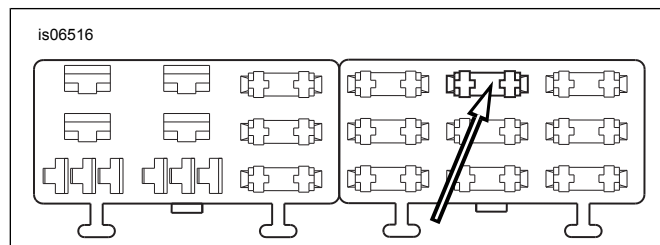

Figura 26. Cavità del pannello fusibili "P&A IGN" (modelli Softail dal 2004 al 2010)
4. Vedere Figura 26. Individuare la cavità del fusibile indicata con "P&A IGN" (accensione P&A) sul coperchio del pannello fusibili destro. Inserire il terminale nel filo arancione/bianco dell'adattatore finché non si arresti. Esaminare un terminale installato in fabbrica attiguo per fare il confronto e controllare orientamento e profondità di inserimento.